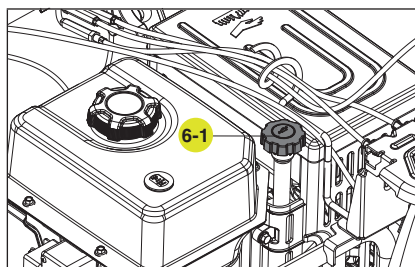

Figure 6
2. Retirez la jauge de niveau d'huile (6-1) et essuyez-la (fig. 6).